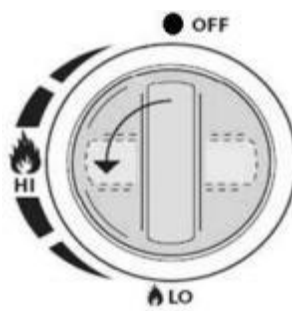

Bild 3
4. Tryck och vrid reglaget moturs från "OFF" till "HIGH" för att antända brännaren (Bild 3). Tryck på tändningsknappen. ⚡ Du hör klick och brännaren tänds. Om brännaren inte lyser, upprepa detta steg 4 till 5 gånger.